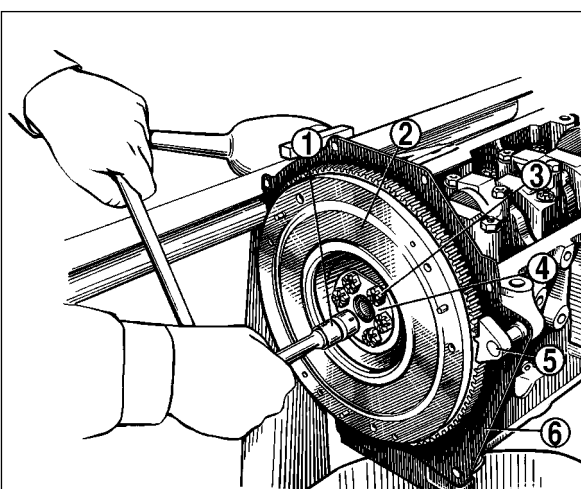
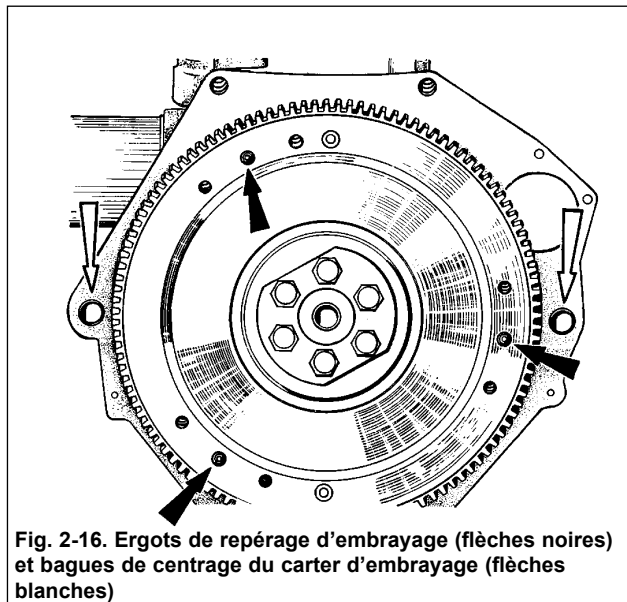

Fig. 2-10. Dépose de volant:
Fig. 2-16. Ergots de repérage d'embrayage (flèches noires) et bagues de centrage du carter d'embrayage (flèches blanches)
Démonter la poulie du vilebrequin en fixant le volant à l'aide de l'outil A.60330/R (fig.2-10) et en dévissant l'écrou à l'aide d'une clé A.50121 (fig.2-5).
Positionner un arrêt 5 (fig. 2-10), dévisser les boulons 3, enlever la rondelle 4 et le volant de vilebrequin. Enlever le couvercle antérieur du carter d'embrayage.
Poser le couvercle avant 6 (fig. 2-10) du carter d'embrayage en respectant les deux douilles de centrage (fig. 2-16). Fixer le couvercle sur l'attache de la garniture d'étanchéité arrière par les boulons.
- au cas de coïncidence des repères, fixer le volant à l'aide de l'outil A.60330/R (fig. 2-10) et serrer définitivement des boulons des roues, l'écrou-dôme du tendeur de la chaîne et redresser les rondelles-arrêts des boulons des roues; au cas de non-coïncidence des repères, répéter l'opération de montage de la chaîne.